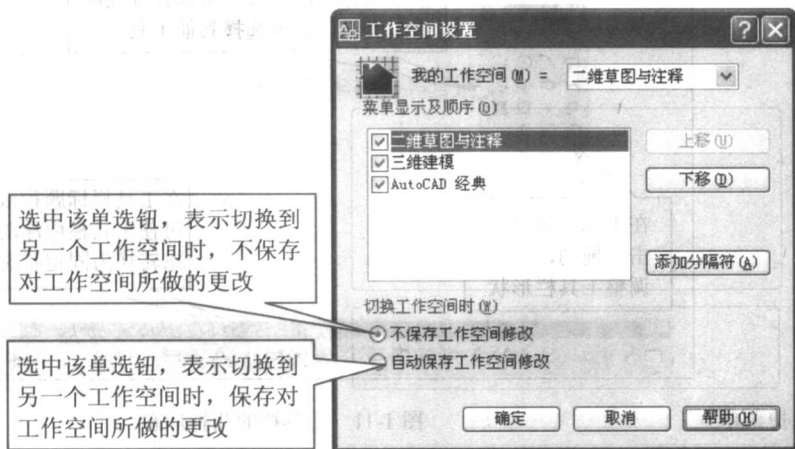

图 1-13 “工作空间设置”对话框
- “工作空间设置”按钮：单击该按钮打开如图 1-13 所示的“工作空间设置”对话框，可用于控制工作空间的显示、菜单顺序和保存设置。